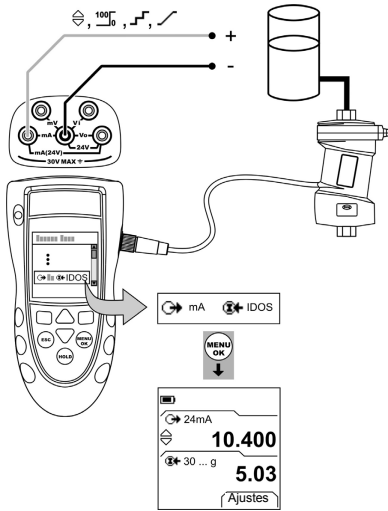

Figura 7: Exemplo de configuração – Medir a pressão e a alimentação em mA
- Para medir a pressão com outra operação (Figura 7), use o mesmo procedimento.